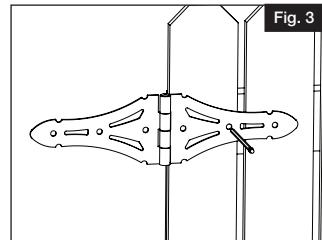

Fig. 3
- b. Mark screw locations on gate (Fig. 3).
- b. Marquer l'emplacement des vis sur la barrière (Fig. 3).